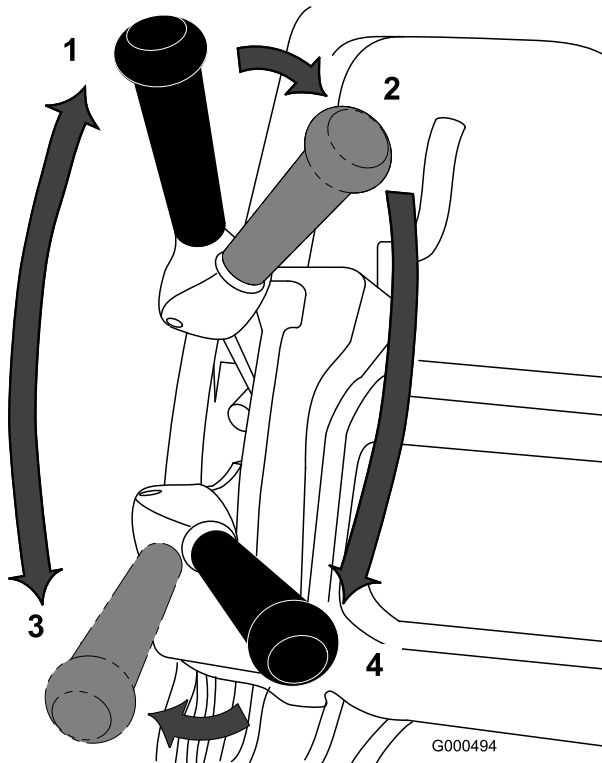

Figura 26
1. Avviate il motore, impostate l'acceleratore a bassa velocità, abbassate la stegola per sollevare l'apparato di taglio, premete il comando presenza dell'operatore, spostate la leva della trazione in posizione di innesto e trasportate il tosaerba sul bordo del green (Figura 26).
2. Spostate la leva della trazione in posizione di disinnesto, ed innestate la leva di trasmissione del cilindro (Figura 26).
3. Portate la leva della trazione in posizione di innesto, e aumentate la velocità dell'acceleratore finché il tosaerba non si sposta alla velocità opportuna. Portate il tosaerba sul green, abbassate la parte anteriore del tosaerba ed iniziate a tosare (Figura 26).